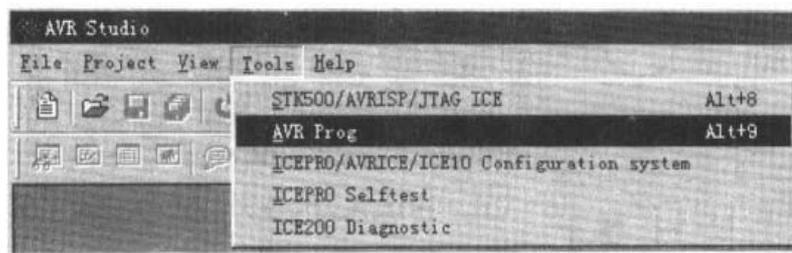
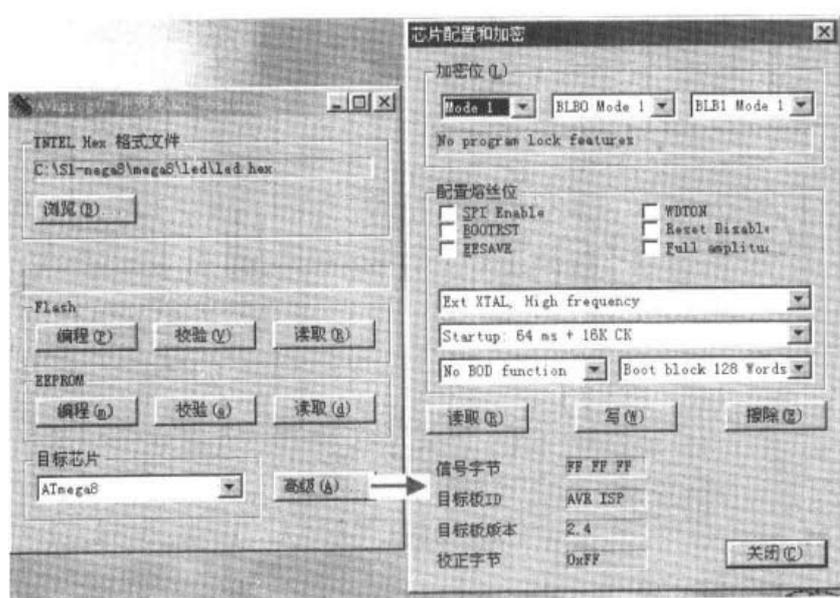

图 4.12 串行下载选项
图 4.13 下载选项
ATmega8 既可以用外部下载电缆对其做 ISP 编程，也可用其内部的监控程序做 IAP 编程。注意，只有双龙 SL-MEGA8 配套的 ATmega8 才有 IAP 的监控程序，例：双龙电子的 SL-AVRISP 串行下载电缆、SL-AVR/SL-AVR+/SL-AVRAD 开发实验器等均可对 ATmega8 芯片编程。AVR Studio 中内嵌的 AVRPROG 软件支持串行下载编程。双龙开发实验器下载电缆一头接 PC 机的 RS232 串行口，另一头接开发实验器，接上 5V 电源（红色线接+5V，黑色线接地），按图 4.12 操作，如果联机正确，则出现如图 4.13 所示的窗口，然后根据需
1. 启动 AVR Prog: 启动 AVR Studio 程序, 通过 TOOLS 菜单中的 AVR Prog 命令 (或快捷键 Alt+9, 见图 4.12), 进入 AVR Prog 操作窗口, 如图 4.13 所示, 根据窗口提示操作。
2. 双龙电子提供 AVRProg 软件的汉化版, 如图 4.13 所示。